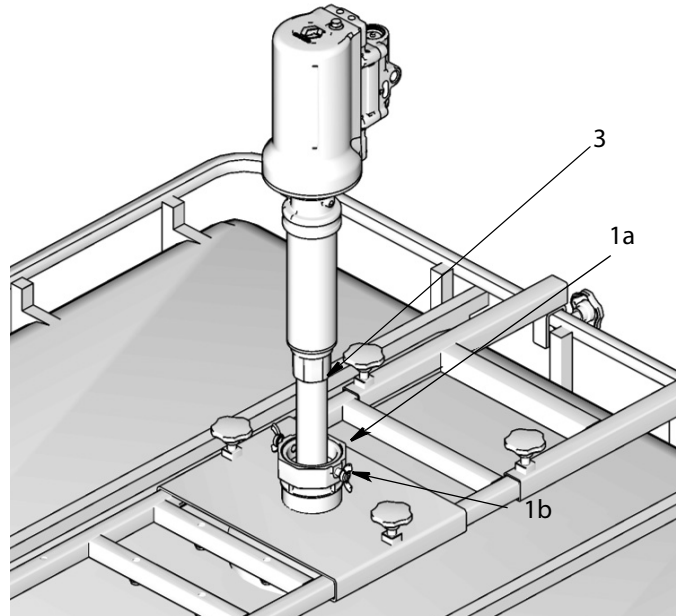

Рис. 11
3. Вставьте всасывающую трубку (3) насоса в резервуар через переходник втулки (1а) (Рис. 11). Зафиксируйте насос на месте, затянув винты с прокладками (1b) (Рис. 11).